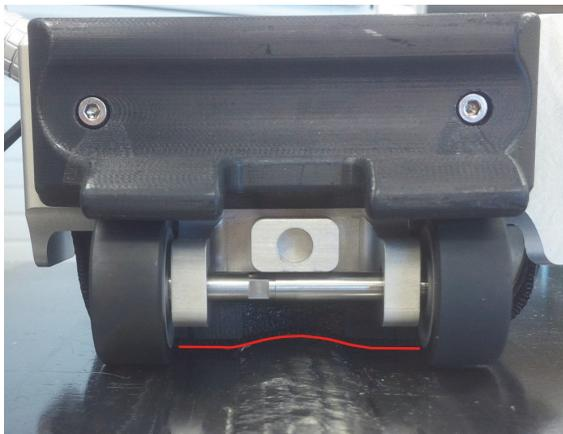

图 5-2 探头外形紧贴在焊缝上（红线）
3. 拧松翼型螺栓，调整探头在检测表面的位置，以使探头稳固地放置在表面上。轻轻向探头施压，以使探头紧贴在检测表面和焊缝上，然后拧紧翼型螺栓（参见第 52 页的图 5-2）。